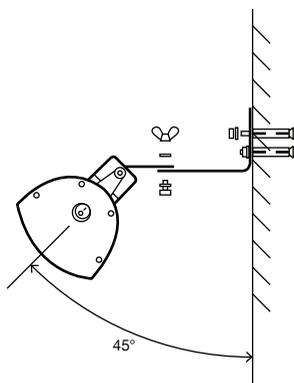

Рис. 3. Рекомендуемый угол обогрева
- Рекомендуемый угол направления Устройство 45° (см. рис. 3)